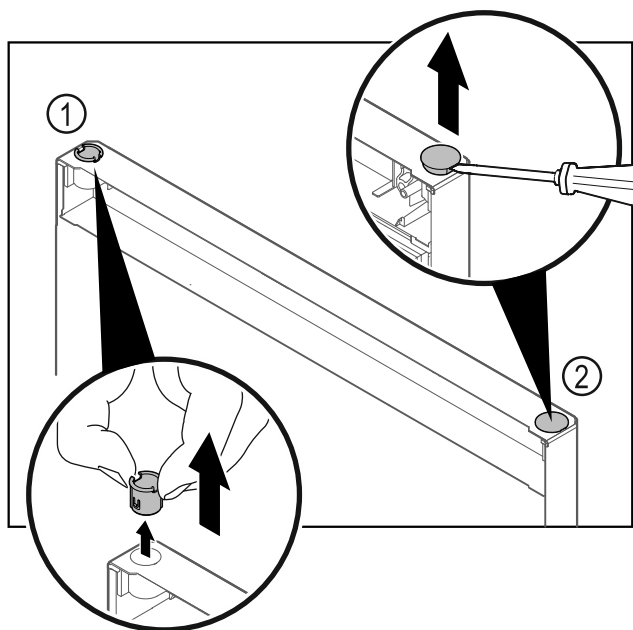

Fig. 19
- Extrageți bucșa balamalei Fig. 19 (1) cu degetele.
- Ridicați dopul de acoperire Fig. 19 (2) cu precauție cu o șurubelniță dreaptă și extrageți-l.